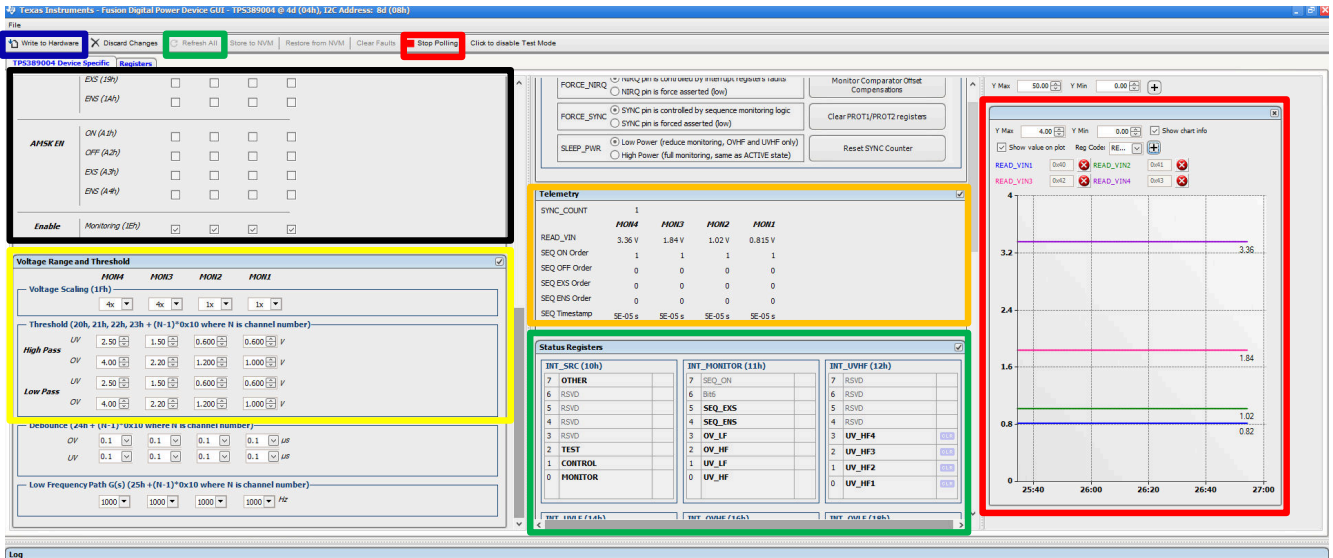

图 4-17. 用于监控四个电压电源轨的 TPS389006Q1EVM GUI 设置
9. 滚动到 *Interrupt Enable* 子窗口的底部，并通过点击空白框启用所有四个监控输入。下面图 4-17 中的 GUI 图像显示了在突出显示的黑框中选择的所有监控输入。
10. 在 *Voltage Range and Threshold* 子窗口中，输入监控输入的欠压 (UV) 和过压 (OV) 阈值。需要注意的一点是，任何高于 1.5V 的监控输入都需要在 *Voltage Scaling (1Fh)* 字段中选择 4x。下面以黄色框突出显示的 GUI 图像如上所述。
14. 第 8 至 13 步如下面的图 4-17 所示。